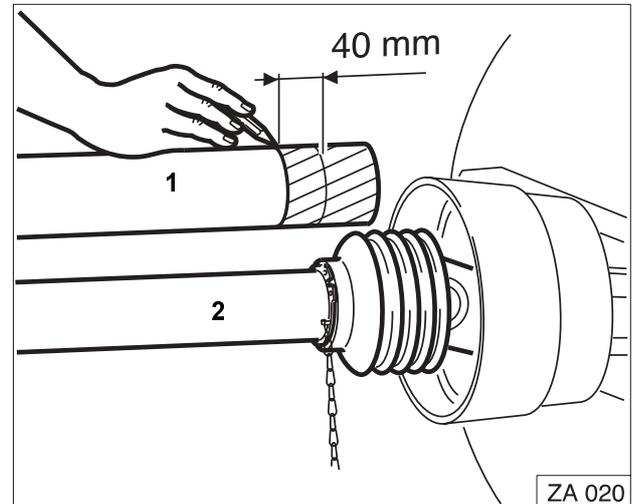

Fig. 20
- Gelenkwellenhälften (Fig. 20/1) und (Fig. 20/2) in kürzester und längster Betriebsstellung nebeneinander halten und die **Schiebeprofilüberdeckung** prüfen.